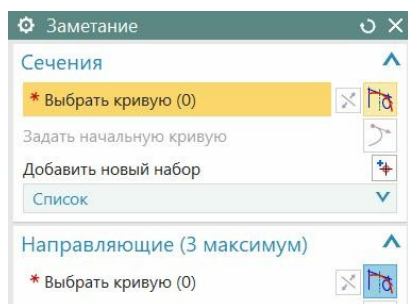

Рис.20
- Как видно из её диалогового окна (рис.20), поверхность можно построить по **многим** «поперечным» сечениям, и **по трём** «направляющим» продольным кривым!